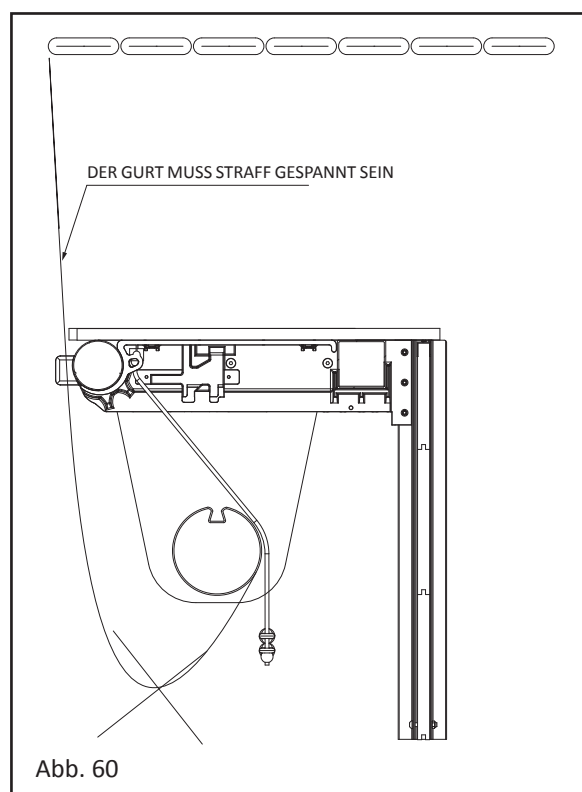

Abb. 60
- Auf keinen Fall tun (Abb. 60).